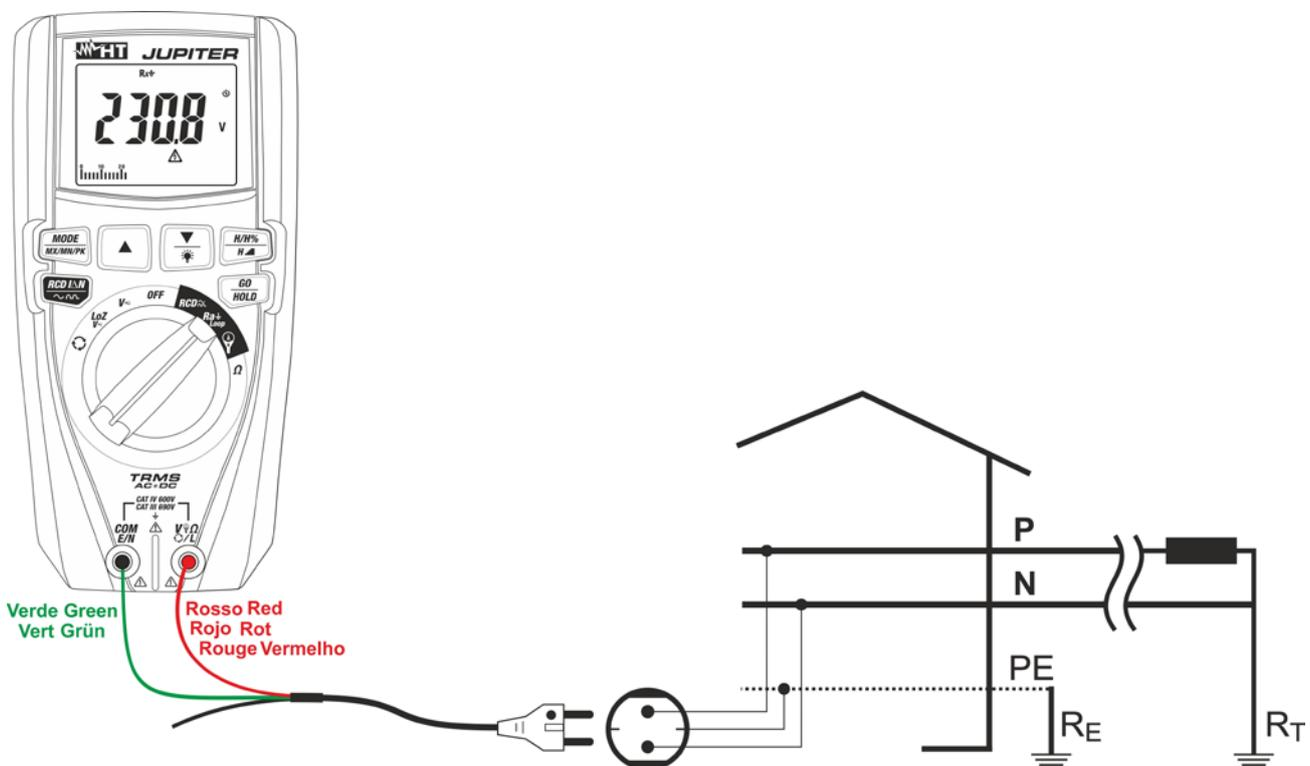

Fig. 23: Uso do instrumento para medir a impedância Loop L-PE com cabo com ficha Schuko
5. **Para medição do Loop L-PE** no caso de usar um cabo com ficha shuko inserir o condutor vermelho no terminal de entrada  $V_{\Omega L}$  e o condutor verde no terminal de entrada **COM/E/N** e ligar o instrumento à instalação em exame (ver Fig. 23). O valor da tensão Fase-Terra é apresentado no display.